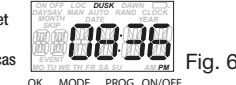

Fig. 6
17. Tourner le bouton pour régler l'heure du crépuscule (DUSK) (Fig. 6) le cas échéant et appuyer sur **OK**. L'écran affiche **MAN** et l'heure courante.